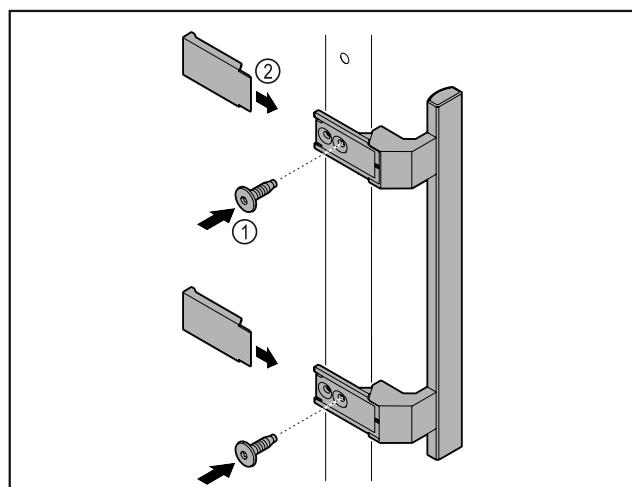

Fig. 3
- Montirajte ručku iz vrećice s priborom s pomoću priloženih vijaka Fig. 3 (1) na vrata.
- Postavite pokrov Fig. 3 (2).